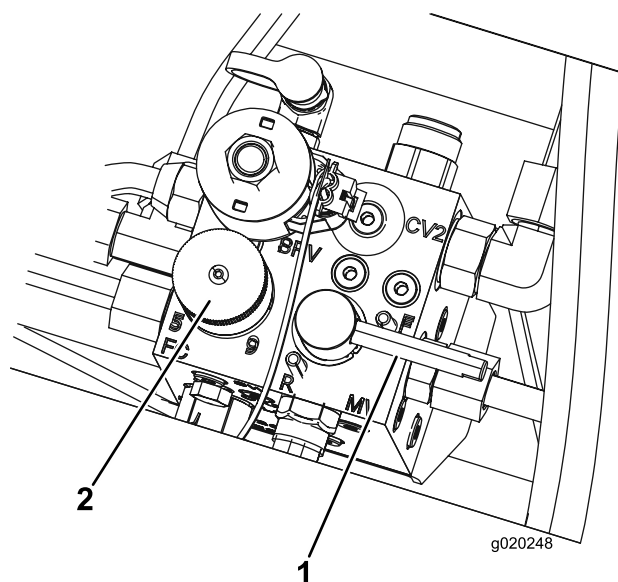

Figura 85
5. Ponga el control de velocidad del molinete en la posición 1 (Figura 85).
6. Mueva la palanca de autoafilado a la posición R (autoafilado) (Figura 85).